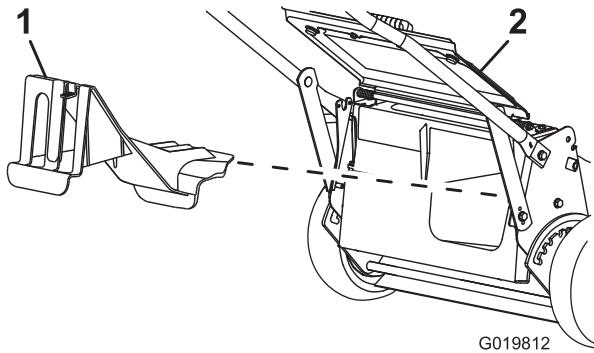

Figura 22
- Si el tapón de descarga trasero no está instalado, sujetelo por el asa, eleve el deflector trasero e introduzcalo en el conducto de descarga trasera hasta que el enganche encaje en su sitio; consulte Figura 22.
2. Retire el tapón de descarga trasero presionando hacia abajo sobre el enganche con el dedo pulgar y extrayendo del tapón de la máquina (Figura 22).